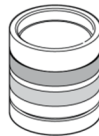

Abb. 3: Position der Schlauchringe
- ▶ Sicherstellen, dass die 2 Schlauchringe sich in der korrekten Position befinden (siehe Abb. 3, S. 16).